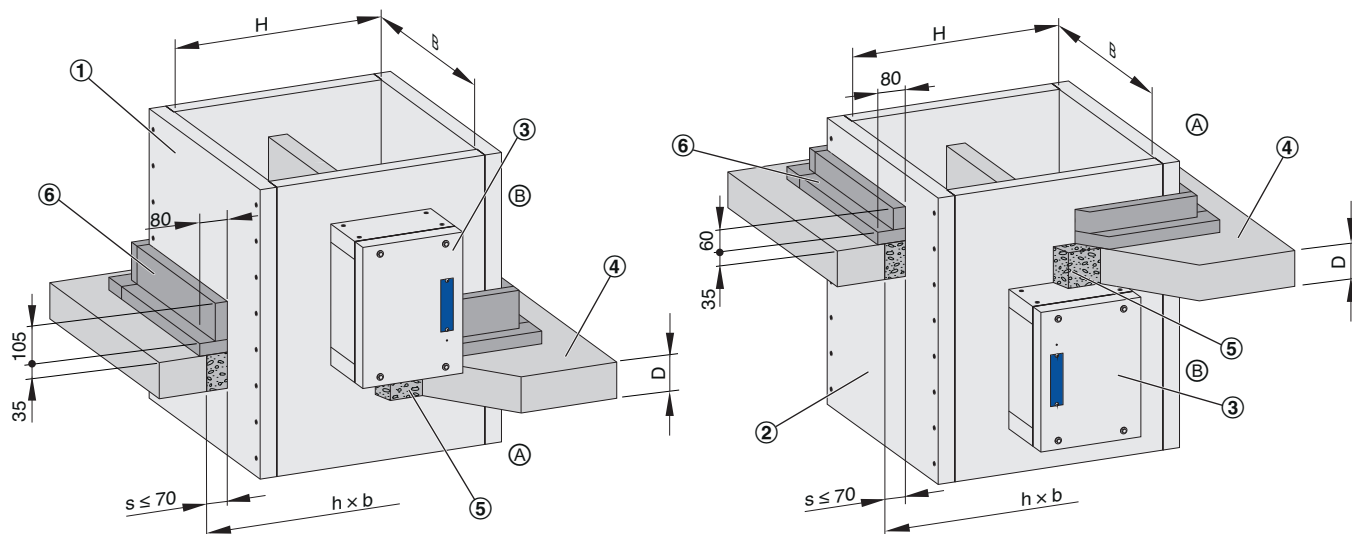

Fig. 7: Montage à base de mortier dans la dalle du plafond
- Montage à la verticale (Voir la Fig. 7/1), longueur de la virole $L = 600 \text{ mm}$ ou 800 mm
- Montage suspendu (Voir la Fig. 7/2), longueur de virole $L = 800 \text{ mm}$
1. ► Créer une ouverture de montage conformément à Voir la Fig. 7.
4. ▶ Appliquer de la colle (par ex. K84, Promat ou similaire) sur les joints (Voir la Fig. 7/6) entre les profilés et entre les profilés et la virole, puis fixer les profilés sur la virole de volet avec des vis pour cloisons sèches 4 × 70 mm (trous pré-perçés, Ø 3 mm), distance ≤ 150 mm entre les vis.